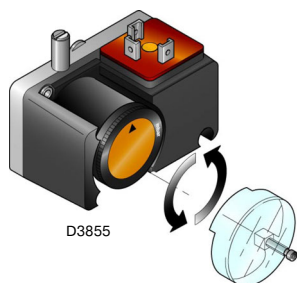

Рис. 22
- Установите реле (прессостат) минимального давления газа (Рис. 22) на начало шкалы.